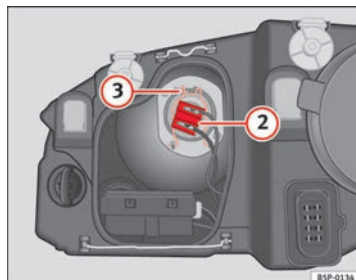

Fig. 184 Feux de croisement
- Retirez le connecteur ⇒ fig. 184 ② de l'ampoule.
- Décrochez le ressort entrebâilleur ⇒ fig. 184 ③ en le pressant vers l'intérieur et vers la droite.